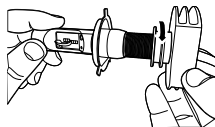

Figura 3
- Desenrosque el dissipador término del faro H4 como se muestra en la figura 3.